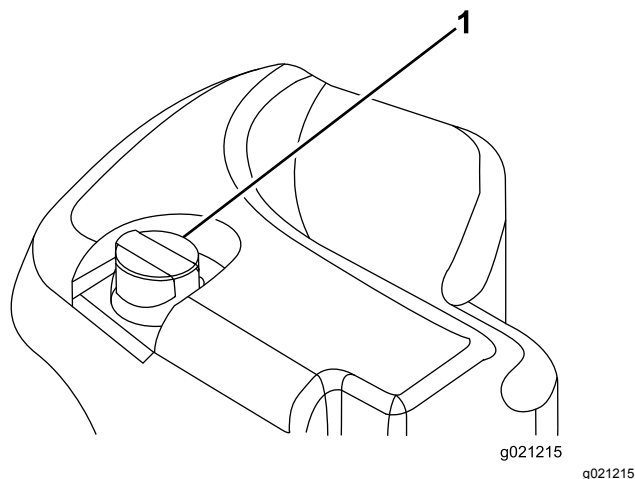

Figura 18
2. Limpe a zona em redor do tubo de enchimento e da tampa do depósito hidráulico (**Figura 18**).